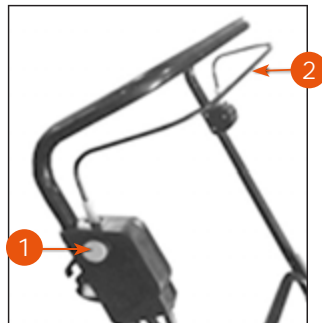

Рис. 2
2. Нажмите и удерживайте кнопку защиты 1 (рис. 2).
3. Прижмите скобу запуска 2 для включения двигателя (рис. 2).